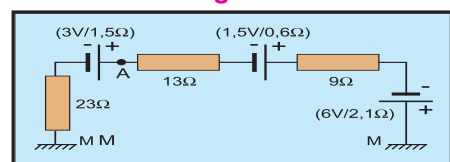

Fig. 13
9. Des générateurs linéaires et des conducteurs ohmiques sont associés en série conformément au schéma ci-contre (Fig. 13) Les extrémités du circuit sont reliées à une masse commune. Déterminer la tension entre le point A et la masse M.